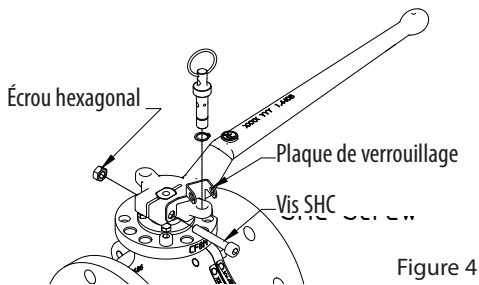

Figure 4
4. Insérez la vis SHC à travers le trou de la plaque de verrouillage et le levier à main et serrez l'écrou hexagonal jusqu'à ce qu'il soit bien serré, en serrant le levier à main sur les méplats de l'axe (Figure 4).
5. Insérez la goupille de verrouillage dans le trou prévu à cet effet sur le levier (Figures 4 et 5).